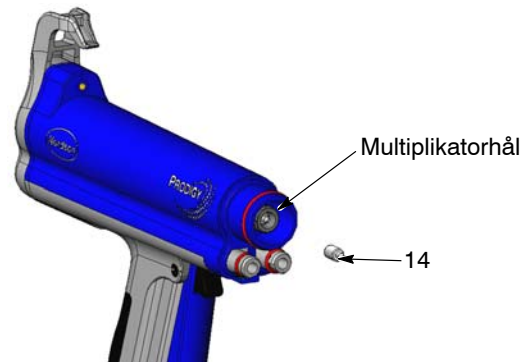

Bild 26 Demontering av kontaktdistans
7. Se bild 26. Tag ut kontaktdistansen (14) ur multiplikatorhålet. Torka av det dielektriskt tåliga fett från kontaktdistansen.
3. Se bild 26. Sätt in kontaktdistansen i multiplikatorhålet. Fyll multiplikatorhålet med dielektriskt tåligt fett.